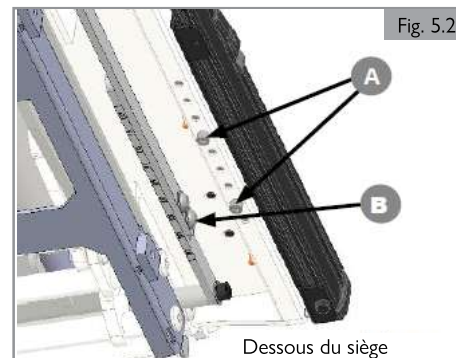
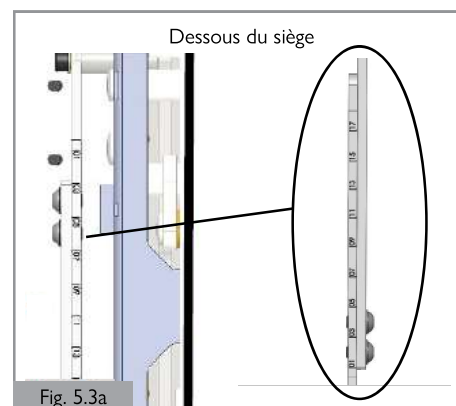
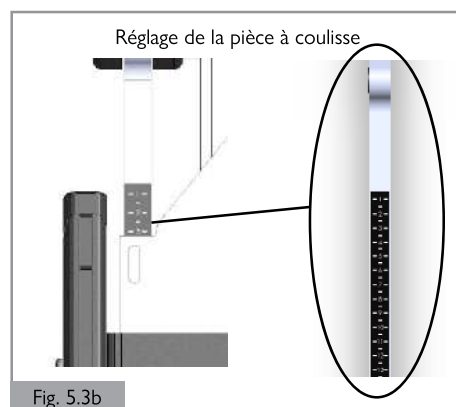

Fig. 5.2
Fig. 5.3a
Fig. 5.3b
5.3 Réglage de la profondeur du siège (Fig. 5.2, Fig. 5.3a et Fig. 5.3b)
2. Retirez les 2 vis (A) au bas du double module de bascule d'assise.
3. Retirez les deux vis (B) de la barre de l'accoudoir.
5. Réglez le dossier à un numéro de la pièce à coulisse. Alignez l'extrémité de la barre de l'accoudoir au même numéro et revissez les vis. (Fig. 5.3a et 5.3b)